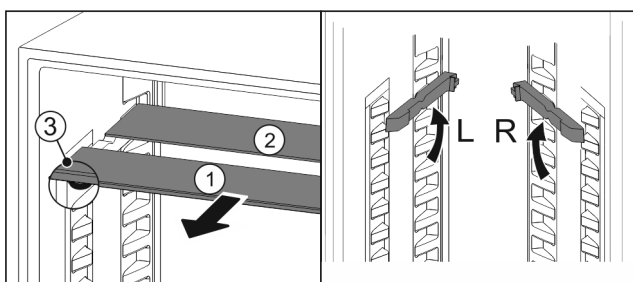

Fig. 61
- ▶ Sortir les tablettes par l'avant Fig. 61 (1).
- ▷ La tablette en verre Fig. 61 (1) avec bordure décorative est située à l'avant.
- ▷ Les butées Fig. 61 (3) sont orientées vers le bas.